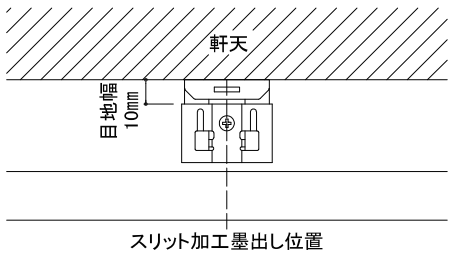

図6 採寸位置(立面図)
- ジョイントカッタにニチハ外装用カッター(FX100A)をセットし、刃出し量を20mm程度、面材裏面から6. 5mmの位置に調節し、スリット加工部用留付金具Ⅱの取り付け位置ごとにスリット加工を施してください。(図6、7参照)